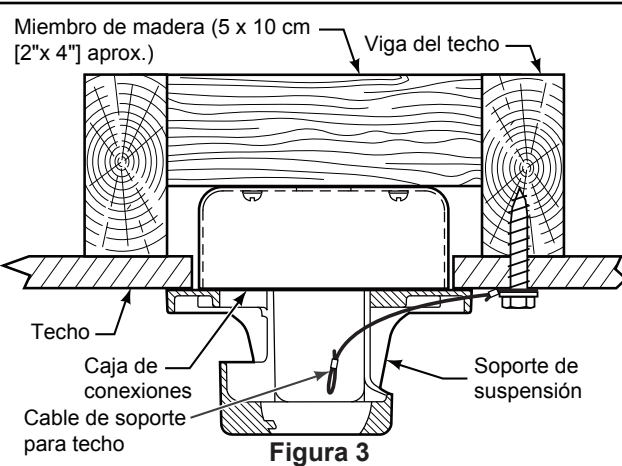

Figura 3
### Uso del soporte (Figura 3)
3. Afloje los dos tornillos de fijación del soporte del barral de soporte para techo a través de la varilla. Introduzca los cables de color negro, blanco, azul cables y cable de seguridad a través de la varilla. (Figura 3)
1. Perfore un orificio de 1/4" en la estructura del edificio para evitar grietas con la instalación del tornillo de intervalo. Utilice el tornillo de intervalo de 3/8"x2" y la arandela plana para fijar el cable de seguridad a la viga del techo o a la estructura de madera. Dicho tornillo pasará a través de arandela plana, la presilla del cable de seguridad y se fijará en la estructura del edificio. (Figura 3)
**NOTA:** el cable de soporte para techo no se puede asegurar solamente a la caja de conexiones; se debe asegurar directamente a la viga de techo o miembro estructural con el tornillo de cabeza cuadrada de 3/8"x2" y la arandela plana. (Figura 3)
2. Deslice el receptor en el soporte de suspensión antes de realizar el cableado como se muestra en la figura 3.
3. Para que el ventilador sea funcional, instale las pila (incluidas) de 23A/12V en el transmisor del mando a distancia. Mientras el ventilador esté apagado. A continuación, siga el proceso de fijación remota de código. Si no se utiliza el ventilador durante un largo periodo de tiempo, extraiga la batería para evitar cualquier daño al transmisor. Almacene el mando a distancia en un lugar alejado del calor o la humedad excesiva. (Figura 3)